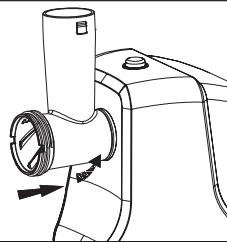

рис.3
- Вставьте шнек (8) в корпус головки мясорубки (3) (рис. 3).